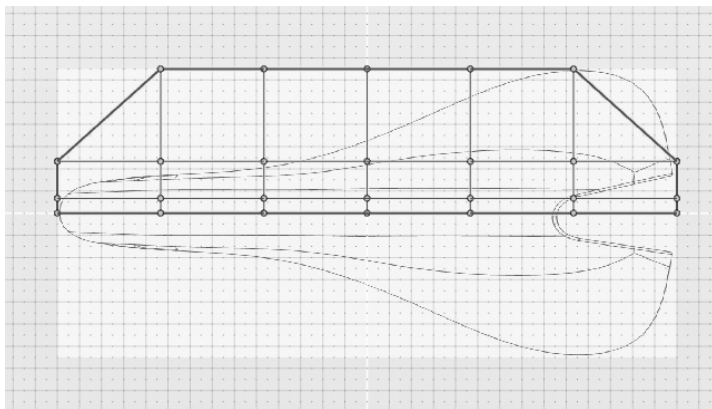

图 7-64 删除两个控制顶点
5) 按〈Delete〉键, 删除刚刚选中的两个顶点, 如图 7-64 所示。